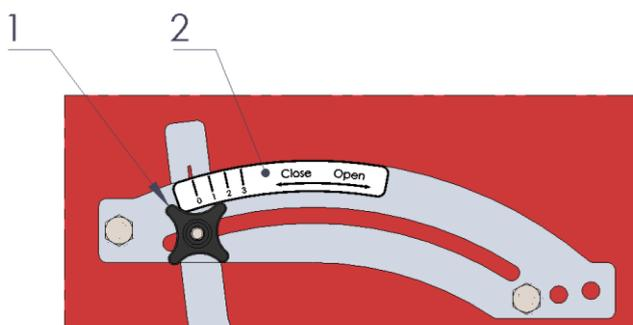

Abbildung 3a
3. Das Aussaatenelement-Ventil lässt sich je nach Samengröße einstellen. Bei feinen Grassamen muss das Ventil des Aussaatenelements vollständig geschlossen sein. Das Saatgut wird dann vom Zahnrad mitgenommen. Bei größeren Samen reicht der Zwischenraum zwischen dem Zahnrad und dem Ventil nicht aus, um die Samen durchzulassen. Bei größeren Samenkörnern muss das Ventil deshalb geöffnet werden. Die Einstellung der gewünschten Größe der Öffnung erfolgt mit dem Ventilstellhebel. Zum Verstellen des Hebels den Sternknopf (1) lösen, die gewünschte Stellung anhand des Aufklebers (2) wählen und den Sternknopf wieder anziehen (siehe **Abbildung 3a**).